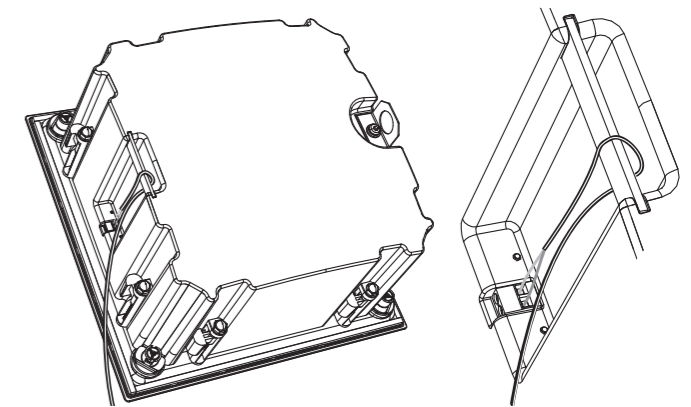

Fig. 15. Wiring the back can
3. Kabel głośnikowy można owinąć wokół pręta w pobliżu zacisków śrubowych z tyłu puszki (rys. 15).